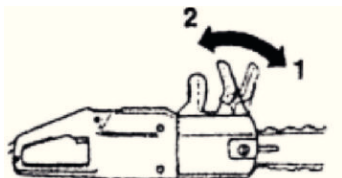

рис. 8
Пила оснащена тормозом пильной цепи для немедленной остановки цепи в случае отскока. Тормоз срабатывает при перемещении ручки тормоза вперед (1). Цепь снимается с тормоза при перемещении ручки тормоза по направлению к передней рукоятке (2). Во время работы цепь должна быть снята с тормоза (см. рис. 8).